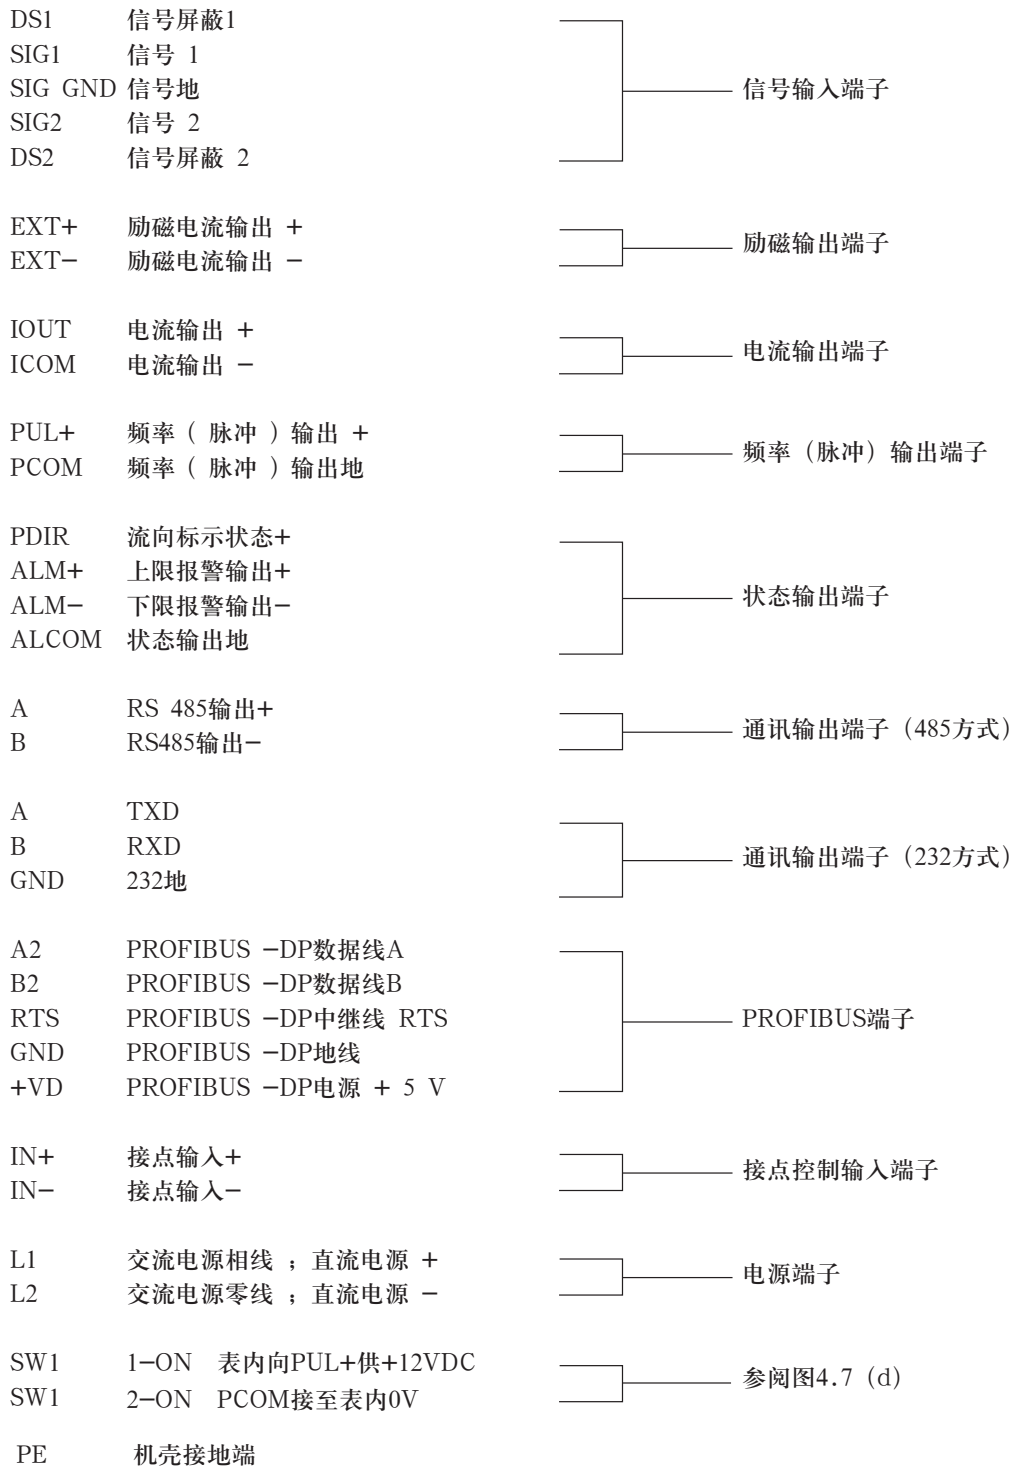

图6.2 方形转换器接线端子及标示图
6.2.1 方型转换器的接线端子与标示见图6.2
△ 频率输出 (脉冲输出) 推荐使用外供电源! 若使用内部+12V电源, 分体转换器DIP开关SW1的两个开关均应拨在“ON”位置。(参阅图6.2;6.7 (d))